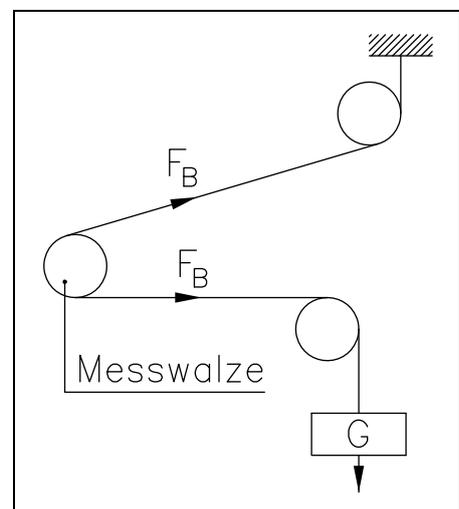

Bild 3: Kalibrierung des Messverstärkers C431011d
Mit der Kalibrierung stimmt man die Verstärkereinheit mit den Kraftsensoren ab. Man bestimmt den Verstärkungsfaktor (Gain). Nach der Kalibrierung entspricht die angezeigte Kraft der effektiv auf das Material wirkenden Kraft. Es stehen zwei Kalibrierungsverfahren zur Verfügung. Die erste hier beschriebene Kalibrierungsmethode verwendet ein definiertes Gewicht. Es gibt auch ein rechnerisches Verfahren für die Verstärkung. Das Kalibrierungsverfahren mit dem Gewicht ist einfach und liefert genauere Resultate weil es den Materialverlauf nachbildet und den tatsächlichen Gegebenheiten in der Maschine Rechnung trägt (siehe Bild 3).
9. Material oder Seil mit einem definierten Gewicht belasten (**Bild 3**).